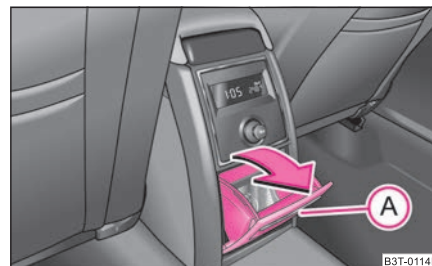

Fig. 101 Consola central posterior: portaobjetos
- Abra el compartimento guardaobjetos tirando del tirador **(A)** en sentido de la flecha $\Rightarrow$ página 93, fig. 101.